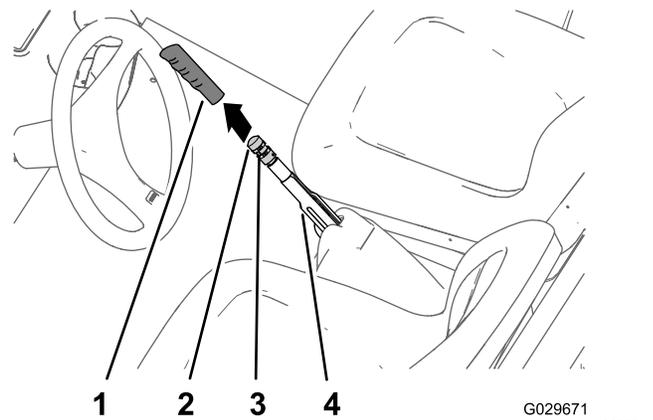

Bild 52
- Nehmen Sie den Griff vom Feststellbremshebel ab (Bild 52).
- Lösen Sie die Stellschraube, mit der das Feststellbremshandrad am Feststellbremshebel befestigt ist (Bild 52).
- Drehen Sie das Einstellhandrad für die Bremse, bis eine Kraft von 133 bis 156 N erforderlich ist, um den Feststellbremshebel zu betätigen (Bild 52).
4. Ziehen Sie die Stellschraube fest und befestigen den Handgriff (Bild 52).
- C. Drehen Sie das Einstellhandrad für die Bremse (Bild 52), bis eine Kraft von 133 bis 156 N erforderlich ist, um den Feststellbremshebel zu aktivieren.
1. Nehmen Sie den Griff vom Feststellbremshebel ab (Bild 52).
2. Lösen Sie die Stellschraube (Bild 52), mit der das Bremseinstellhandrad am Feststellbremshebel befestigt ist, lösen Sie die Feststellbremse und das Bremseinstellhandrad.
- Ziehen Sie die Stellschraube fest und befestigen den Handgriff (Bild 52).
5. Drehen Sie das Einstellhandrad für die Bremse (Bild 52), bis eine Kraft von 133 bis 156 N erforderlich ist, um den Feststellbremshebel zu aktivieren.